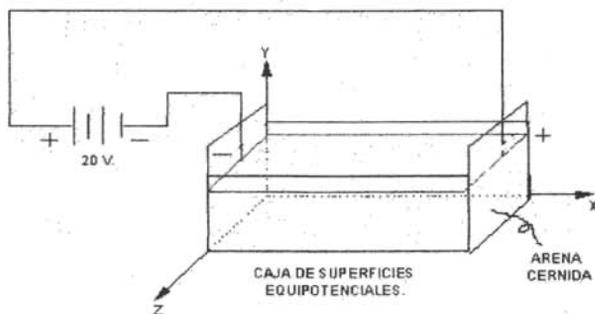

Figura 2.3
- g) Arme el dispositivo de la figura 2.3 y aplique un voltaje de 20 [V]